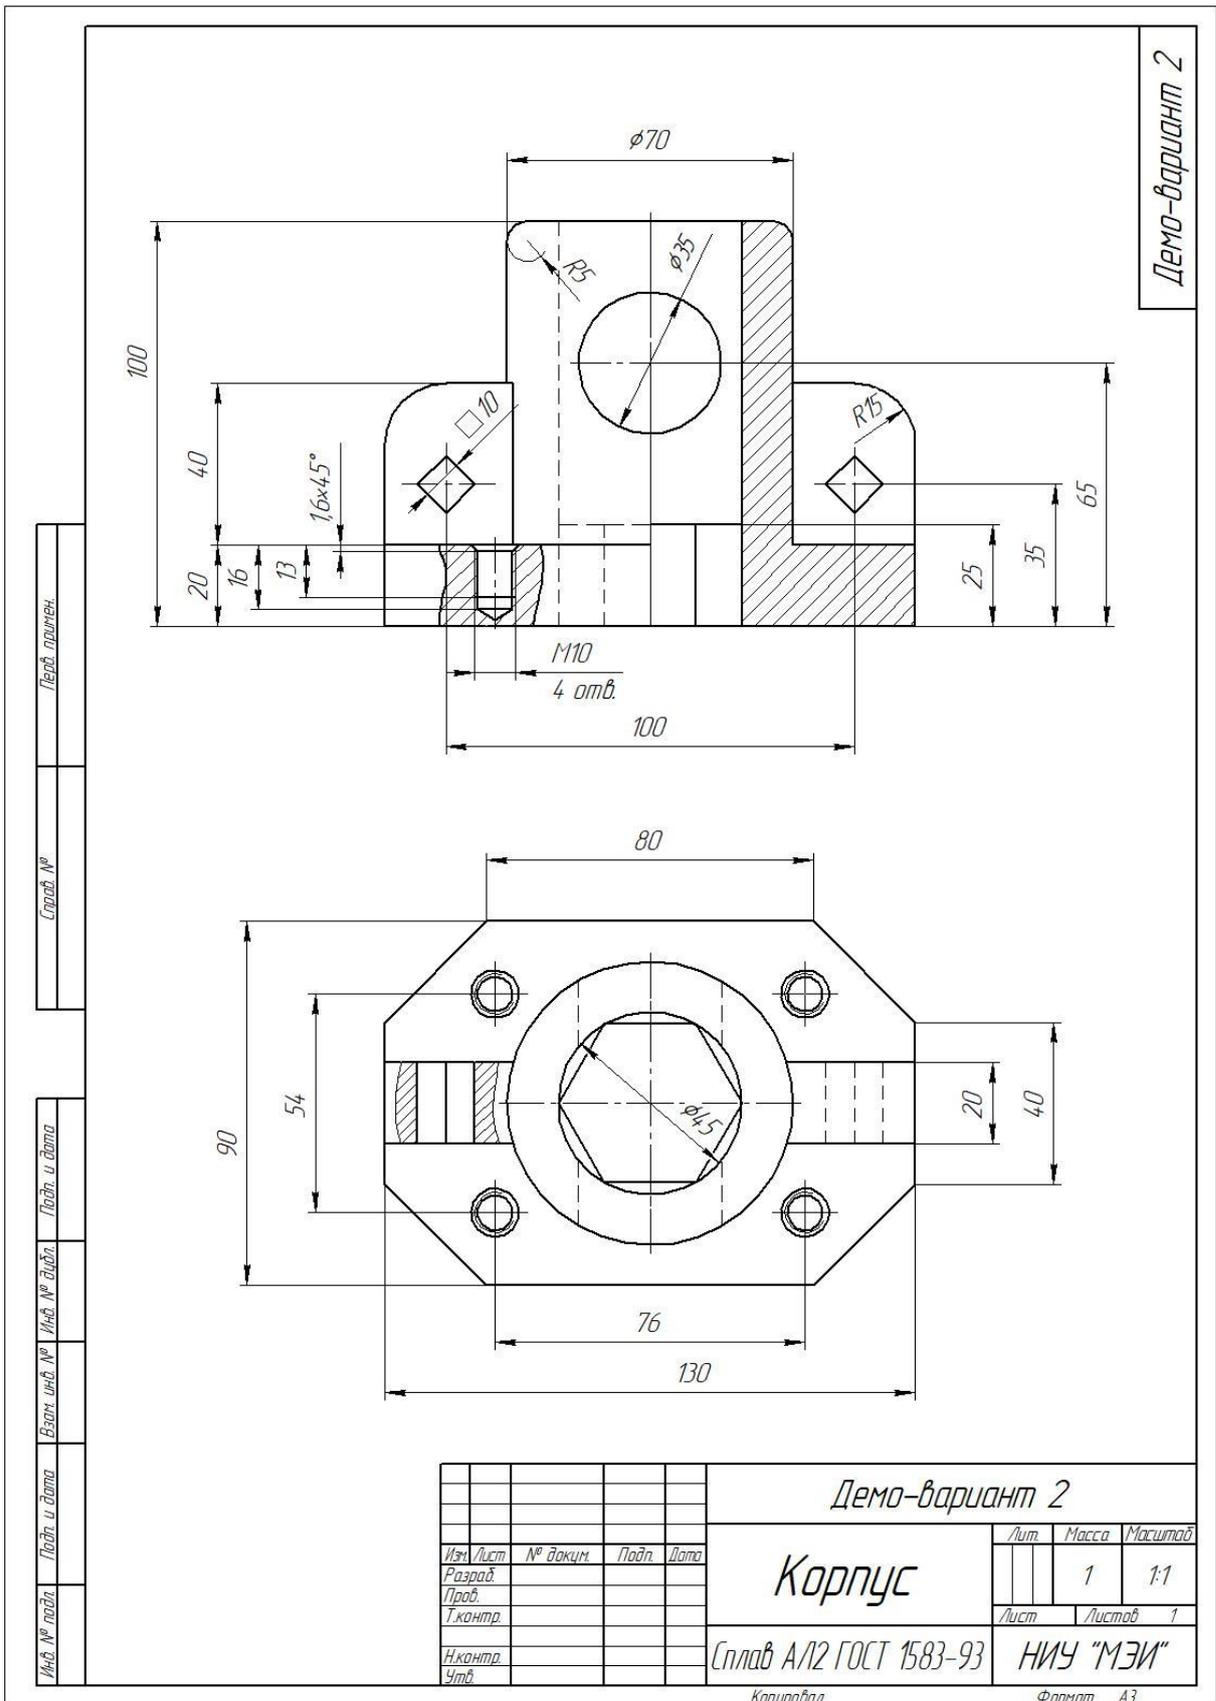

Рис. 72. Чертеж для создания 3D-модели
1. Постройте 3D-модель по заданному чертежу (рис. 72). Сохраните полученную модель детали в формате выбранной САПР: *.m3d для КОМПАС-3D или *.grs, *.grb для T-FLEX CAD.